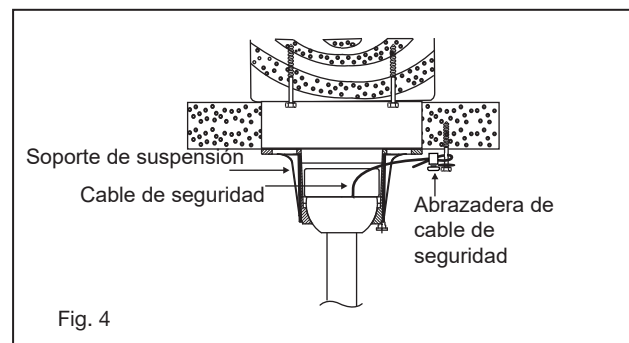

Fig. 4
- 3 Levante la bola / varilla / ventilador en la abertura del soporte de suspensión. NOTA: La lengüeta opuesta a la abertura del soporte del colgador debe encajar en la ranura de la bola. (Fig. 4)
Fije el perno de retraso y la arandela plana a la viga del techo. Conecte el cable de seguridad al perno de retraso. Deslice la abrazadera del cable sobre el cable de seguridad (del ventilador). Coloque el extremo del cable a través del perno de retraso. Pase la mayor cantidad posible de cable a través del perno de retraso. Introduzca el extremo del cable en el orificio de la abrazadera y apriete firmemente el tornillo. (Fig. 4). Corte el exceso de cable de seguridad.